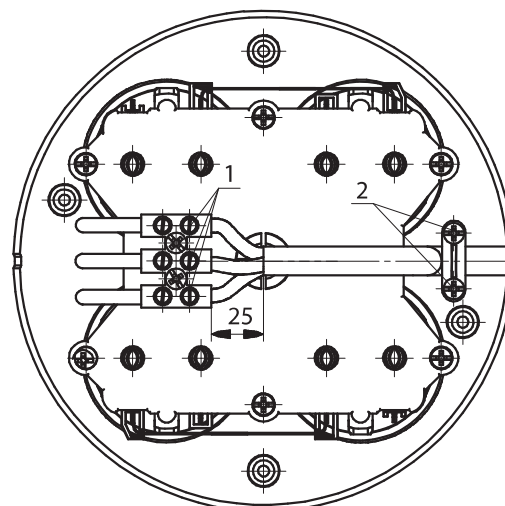

Рисунок 1
- ослабить винты поз. 1 на клеммнике ЗВИ (рисунок 1), вставить подготовленные концы жил кабеля в соответствии с маркировкой и цветом установленных в клеммник ЗВИ проводов контактных групп розеток, затянуть винты клеммника с усилием не менее 1,2 Н · м
- открутить планку-фиксатор кабеля – 2 винта поз. 2 (рисунок 1), установить кабель под планку-фиксатор и закрутить винты.